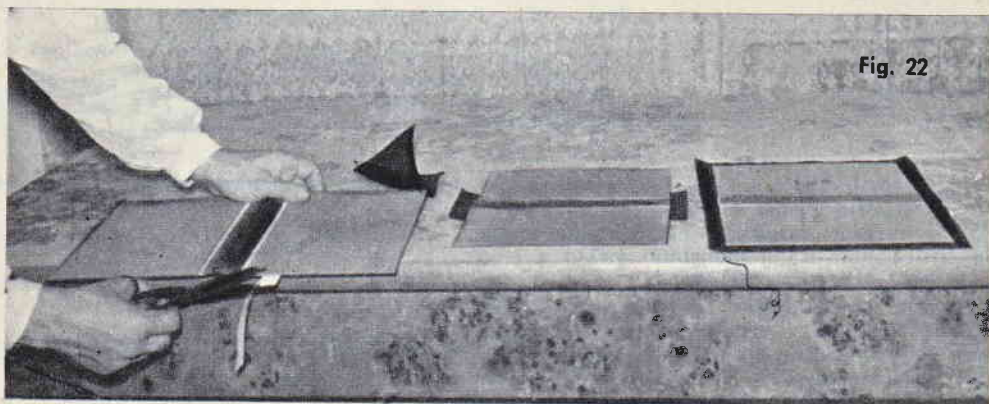

Fig. 22
**Fig. 22.** - Prime fasi della costruzione della copertina. La foto mostra come vanno applicati i cartoncini laterali ed il dorso e quindi come si esegue la ricopertura della copertina incollando la tela o la finta pelle nella parte esterna della copertina e fissandone i bordi nella parte interna.
sario rifinirla, perciò si incolleranno agli angoli quattro triangoli dello stesso materiale che riveste il dorso (pegamoide o finta pelle) (fig. 22), ma anche dopo questa rifinitura la copertina non è completa.
Il foglio in questione dovrà essere più largo e più lungo del volume, onde poterne incollare i margini nella parte interna della copertina (vedi fig. 22).